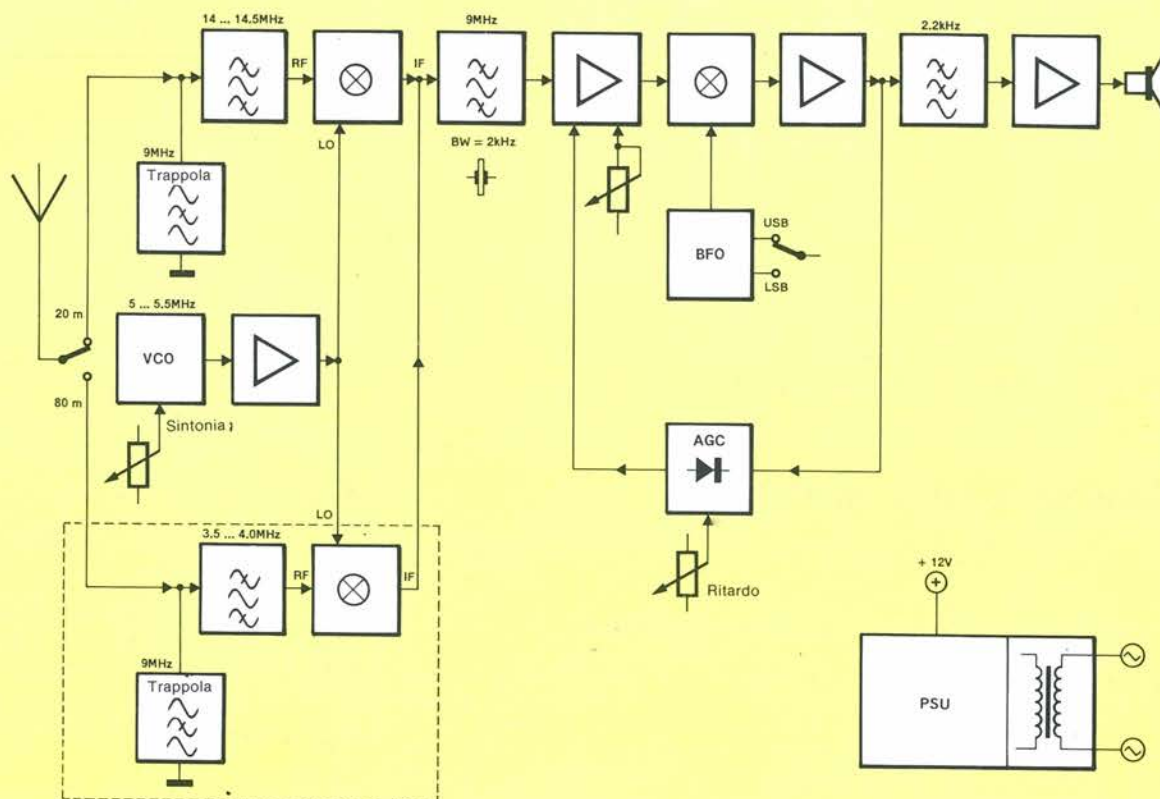

Figura 1. Schema a blocchi del ricevitore SSB per 20 ed 80 metri.
Quando il selettore di banda è predisposto nel modo mostrato nello schema a blocchi di Figura 1, il segnale proveniente dall'antenna viene applicato ad un filtro passa-banda dimensionato per 14-14,5 MHz. Un filtro trappola da 9 MHz è applicato all'ingresso, per evitare che i forti segnali su questa frequenza possano causare interferenze od intermodulazione sulla sezione a frequenza intermedia (FI) del ricevitore. Il segnale d'uscita di un oscillatore controllato in tensione (VCO), con una banda di sintonia da 5 a 5,5 MHz, viene applicato agli ingressi dell'oscillatore locale (LO) dei miscelatori attivi che seguono le sezioni d'ingresso per i 20 e gli 80 metri. Il segnale a frequenza intermedia viene